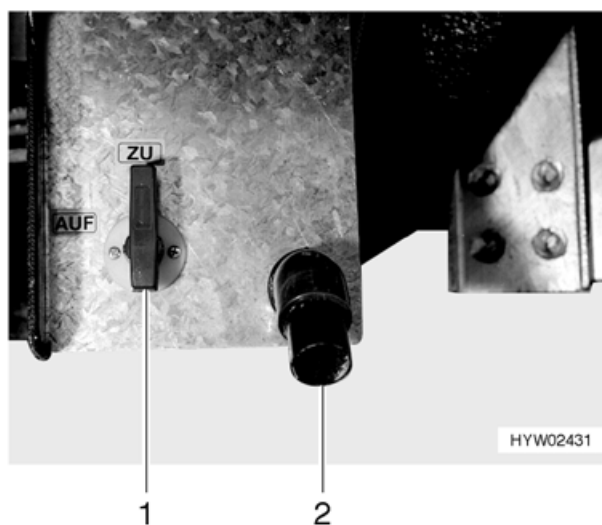

Bild 96 Bedienhebel und Ablaufrohr des Abwassertanks
Für die Abwasserentsorgung befinden sich je nach Modell auf der linken oder rechten Fahrzeugseite ein Ablasshahn und ein Ablaufrohr (Bild 96,2) für den Abwasserschlauch. Der Abwasserschlauch (Serie) befindet sich im Gaskasten und kann als Verlängerung auf das Ablaufrohr (Bild 96,2) gesteckt werden.
- Zum Öffnen des Ablasshahns den Bedienhebel (Bild 96,1) eine viertel Umdrehung entgegen dem Uhrzeigersinn drehen. Der Bedienhebel steht waagrecht.